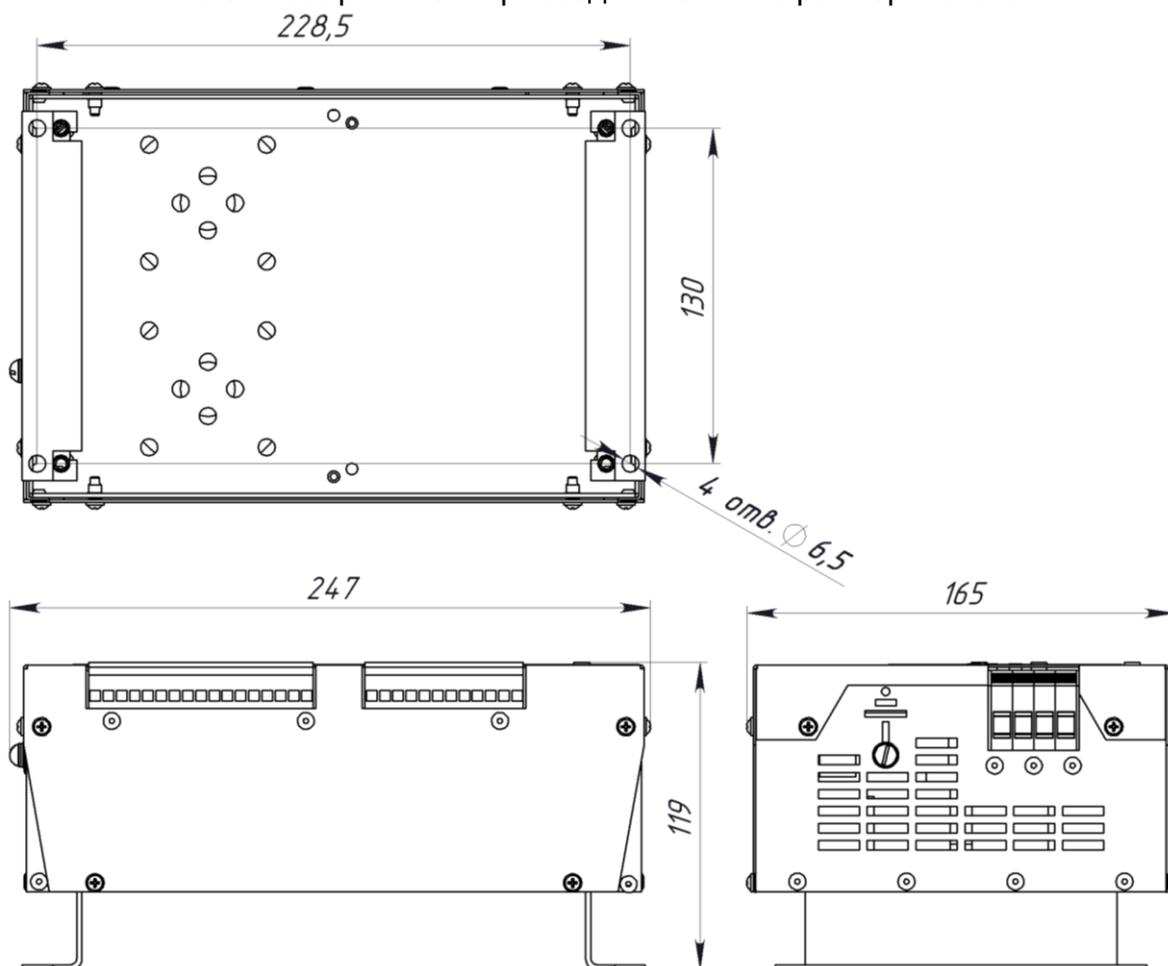

Рис.4. Габаритные и установочные размеры с дополнительными кронштейнами
4.7. На рис.4 показаны габаритные и установочные размеры с дополнительными кронштейнами, служащими для адаптации к установочным местам ранее выпускаемого блока питания БП/ТЭК—220-5-1 У4. Кронштейны поставляются по отдельному заказу.